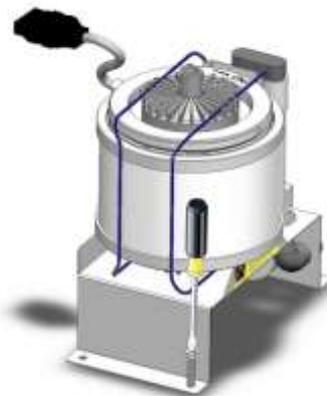

Fig. 17
2. Fissare l'umidificatore a livello sopra la cella o a un basamento inserendo le viti di fissaggio nei 4 fori della base di supporto (fig. 17).